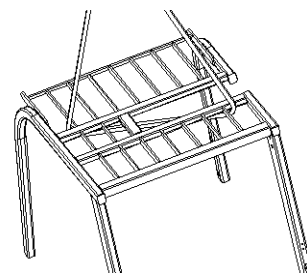

Рис. 2-74
- (2) Места крепления защитной крыши представлены на Рис. 2-74